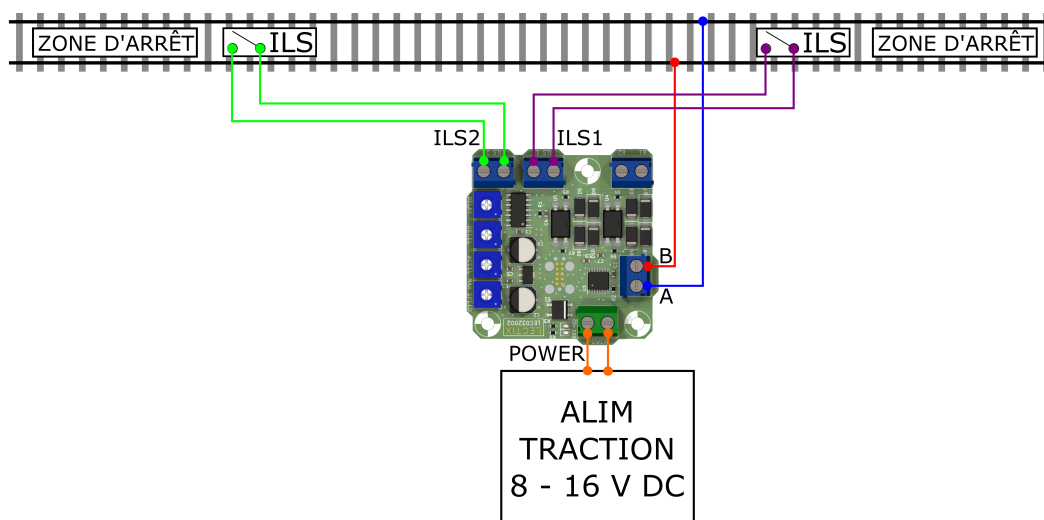

Figure 2: Schéma de câblage du module pour un va et vient analogique avec détection des zones de freinage par ILS (ou capteurs équivalents).
- **[Détection par ILS, pédale, ...]** les 2 ILS marquant le début des zones d'arrêt sur les borniers ILS1 et ILS2 (Cf. Figure 2).